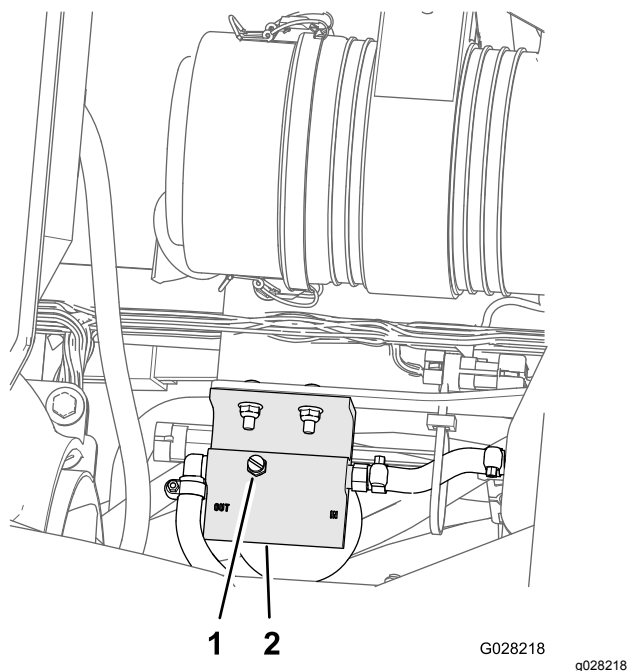

Bild 75
5. Lösen Sie die Entlüftungsschraube oben am Kraftstofffilter/Wasserabscheider (Bild 75)..
7. Ziehen Sie die Entlüftungsschraube an und stellen den Anlasser in die AUS-Stellung (Bild 75).